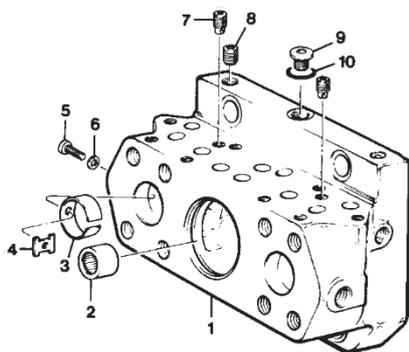

Рис. 7
См. рис. 7. Поставить распределительный блок (1) на чистую ровную поверхность двумя открытыми отверстиями вверх. НИ В КОЕМ СЛУЧАЕ НЕЛЬЗЯ ПОЦАРАПАТЬ ИЛИ ПОВРЕДИТЬ ПРОТИВОПОЛОЖНУЮ СТОРОНУ БЛОКА. Установить игольчатый подшипник (2) на монтажный инструмент (см. рис. Т-5), маркированная сторона подшипника должна упираться в выступ монтажного инструмента. При помощи инструмента вдвигать подшипник (2) в распределительный блок. Подшипник должен располагаться ниже поверхности на 0,010–0,025" (0,254–0,635 мм).